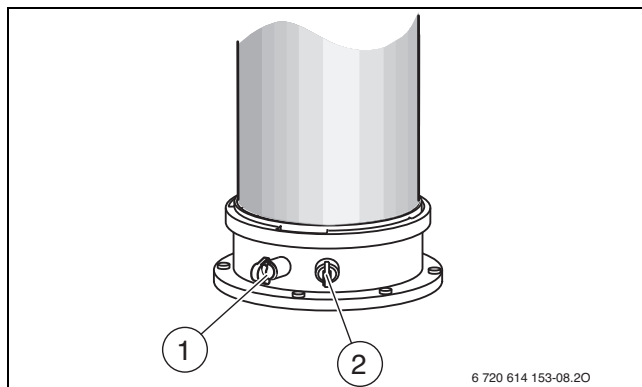

Рис. 90 Штуцер для измерения дымовых газов и штуцер для измерения воздуха для горения
- ▶ Снимите заглушку с измерительного штуцера дымовых газов [1] (→ рис. 90).